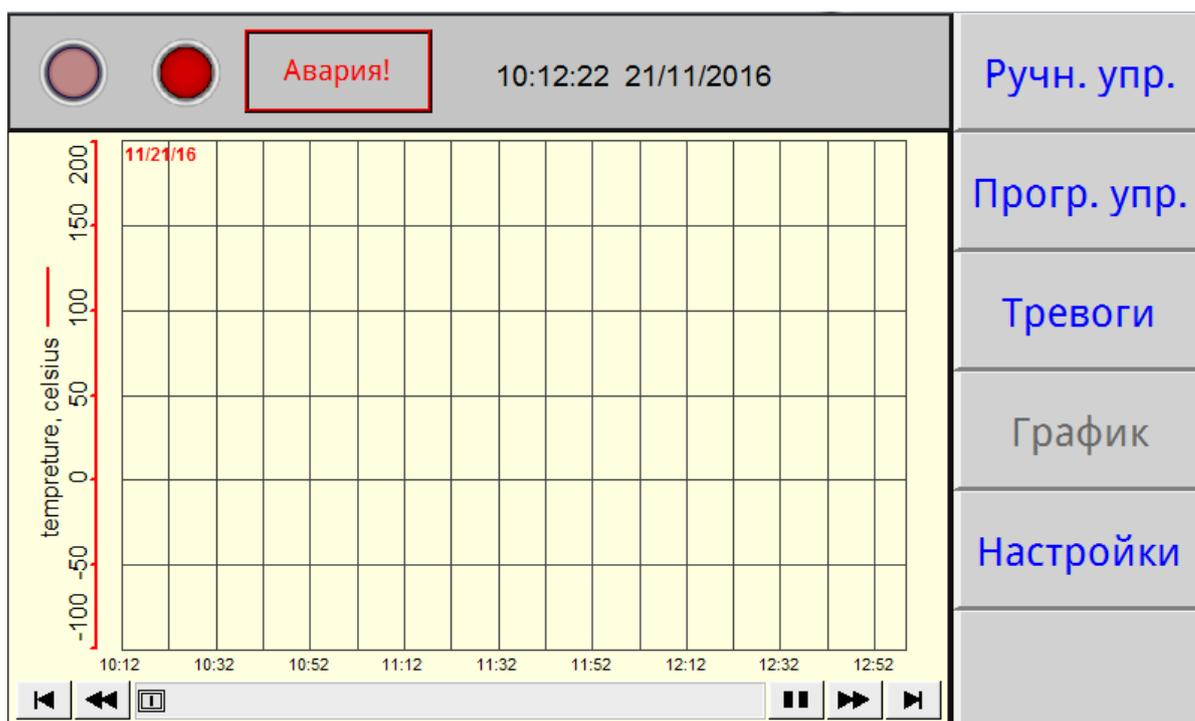

Рисунок 7
8.10 На сенсорный дисплей в процессе работы камеры можно вывести график изменения температуры. При нажатии на поле «график» будет отображен экран рисунок 7.